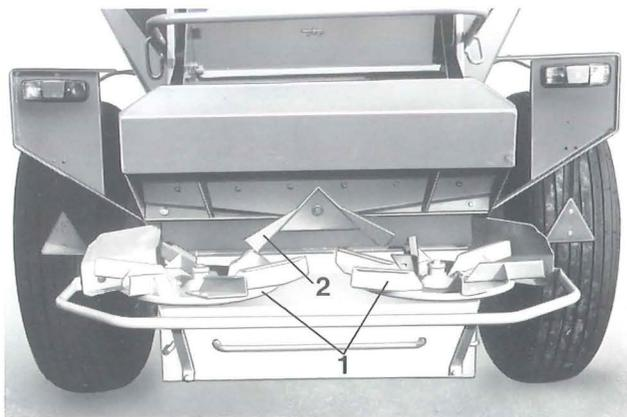
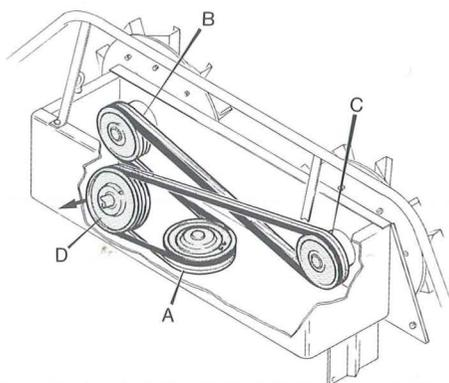

Fig. 7
Fig. 9
Mit dem Zweischeibenstreuerwerk (Fig. 7/1) werden vorzugsweise gekörnte, kristalline und erdfeuchte Düngemittel gestreut.
Zum Streuen von erdfeuchten Düngemitteln ist die mitgelieferte Zusatzdachscheibe (Fig. 7/2) zu entfernen (siehe auch Angaben in der Streutabelle). Das Zweischeibenstreuerwerk wird durch drei Keilriemen in einem geschlossenen Getriebekasten (Fig. 9) angetrieben. Es ist wichtig, daß die Keilriemen die vorgeschriebene Riemenspannung aufweisen, da sonst mit vorzeitigem Verschleiß zu rechnen ist.
1. Den ersten Keilriemen von der hinteren Rille der Scheibe A von hinten über die obere Rille der Scheibe B, von hinten über die obere Rille der Scheibe C führen. Keilriemenverlauf siehe Fig. 9.